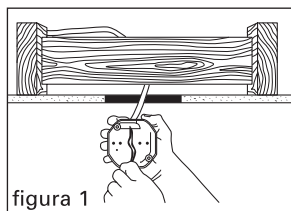

figura 1
1. Hale los cables para dentro y sujetelo con la abrazadera (figura 1). Usando los tornillos provistos, monte la caja de empalme a la tabla 2 x 4.